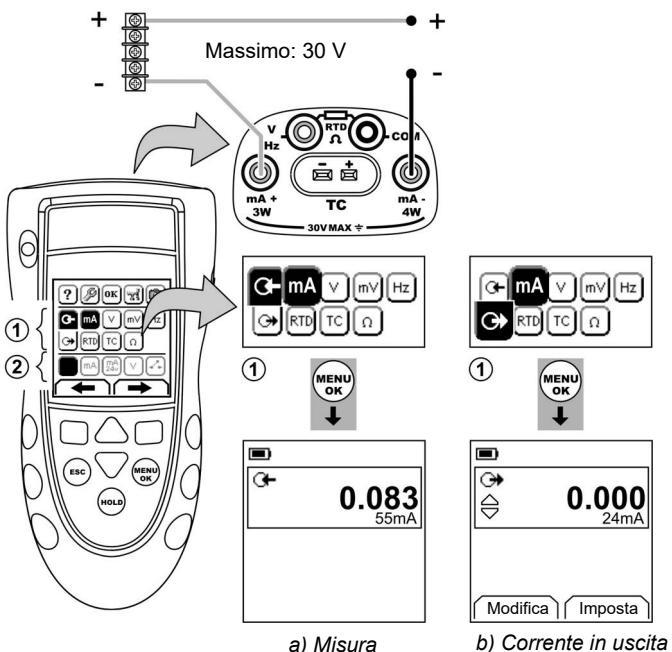

Figura 1: Esempio configurazione – per misurare/fornire corrente in mA con alimentazione esterna del loop (Area ①)
1. Collegare lo strumento (Figura 1 o 2 o 3) e, se necessario, modificarne il Setup (Tabella 1).